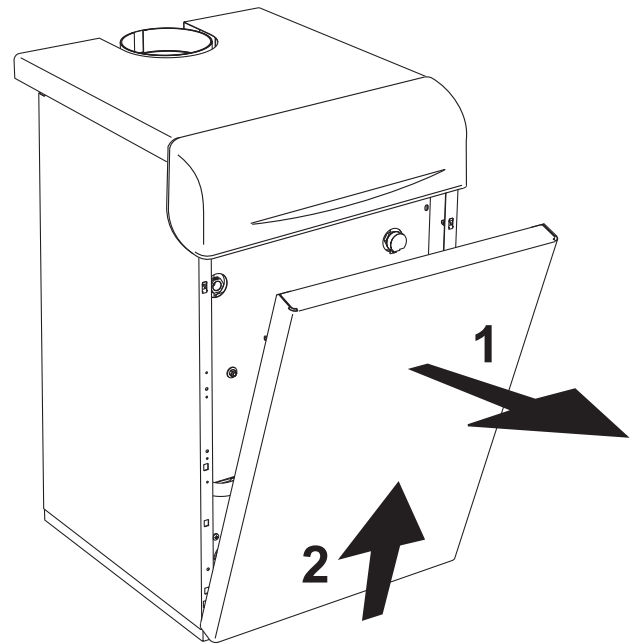

рис. 8 - Открытие лицевой панели
Для открытия передней панели котла следуйте указаниям, приведенным в рис. 8.
- Снимите лицевую панель котла (рис. 8)